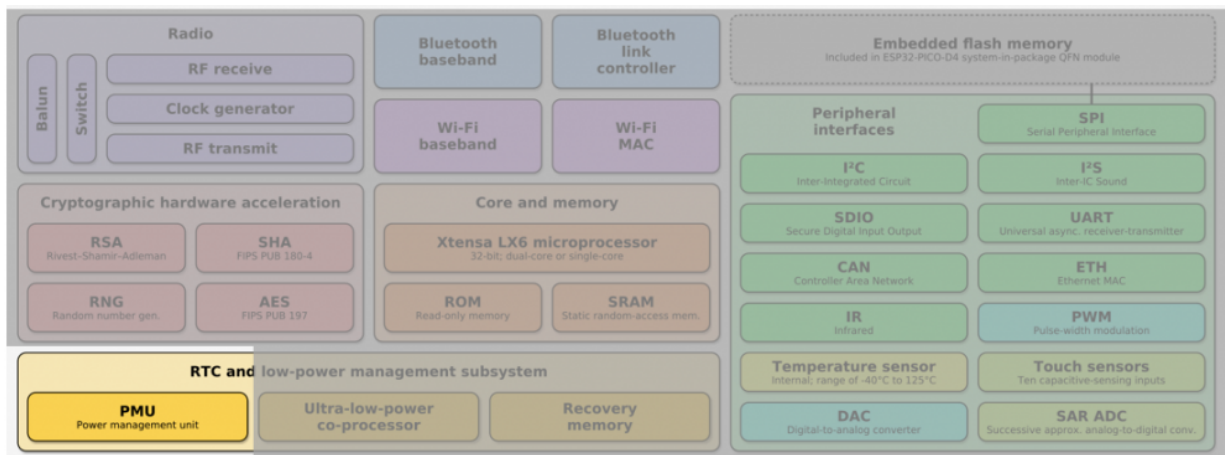

Figura 9 - Diagrama de blocos ativos no Hibernation mode.
- Hibernation mode que ao contrário do modo de suspensão profunda, o chip também desabilita o oscilador interno de 8MHz, o co-processador ULP e a memória de recuperação RTC também é desligada, o que significa que não é possível preservar nenhum dado durante este modo. Apenas o temporizador RTC com clock lento e alguns GPIOs RTC é que continuam ligados (Figura 9). Estes componentes são responsáveis por despertar o chip. Este modo gasta cerca de 2,5µA (0,0025 mA).